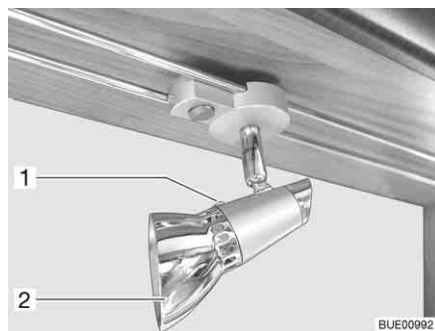

Bild 205 Halogenspotlight (förskjutningsbar)
- Lossa fästskruven (Bild 205,1).
- Tag av lampskärmen (Bild 205,2).